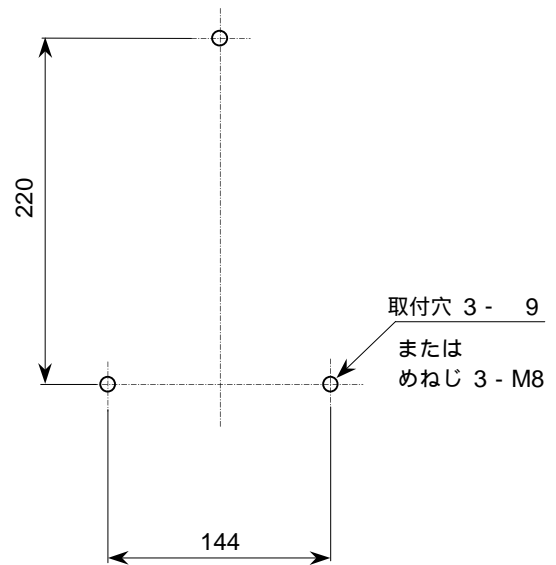

図 1.1
- 1) 取り付ける壁や盤に、図 1.1に示す取付穴を3カ所あけてください。